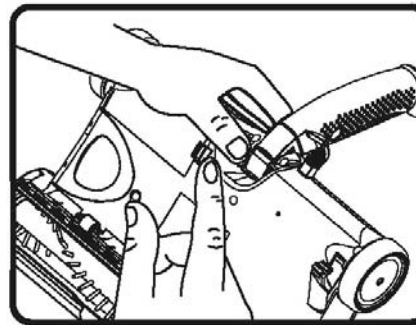

Fig. 17
- Retournez l'appareil à l'envers. Prenez soin de ne pas mettre l'appareil en marche (Fig. 17).